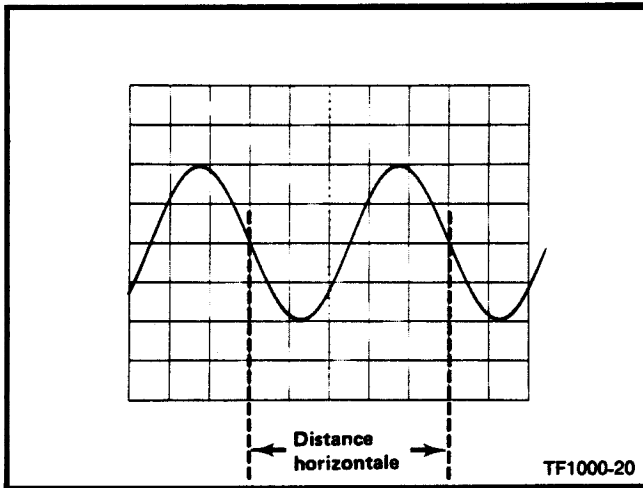

Fig. 2-5. Mesure du temps séparant deux points sur le signal.
2. Régler les commandes de déclenchement de la base de temps pour obtenir une représentation stable. Régler la commande SECONDS/DIV de manière que la vitesse de balayage soit la plus rapide possible mais telle que la distance séparant les deux points de mesure soit inférieure à huit divisions de la déflexion horizontale (des problèmes de linéarité peuvent apparaître dans la première et la dernière division du réticule). Voir figure 2-5.
Exemple : la période du signal représenté sur la figure 2-5 est 0,5 ms. Sa fréquence est donnée par la relation :